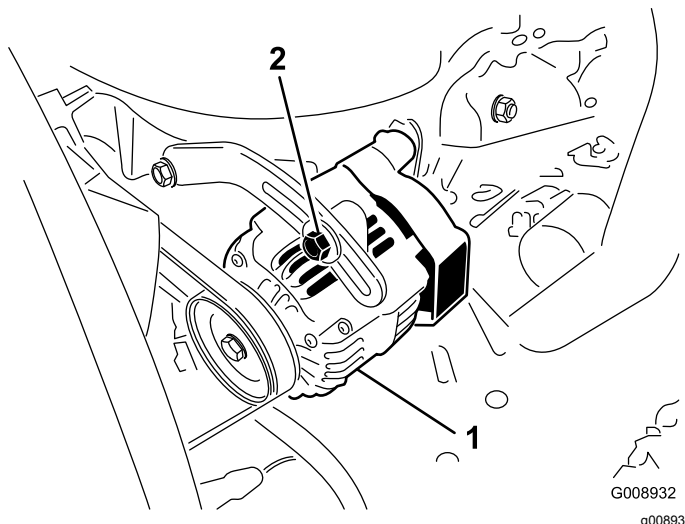

Figura 46
2. Si la desviación no es de 10 mm, afloje los pernos de montaje del alternador (Figura 46).